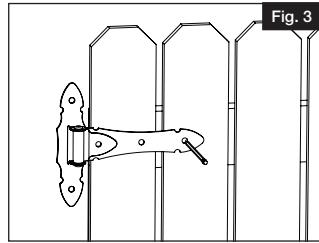

Fig. 3
- b. Marque la ubicación de los tornillos en el portón (Fig. 3).